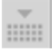

Figura 4. Inserción de la llave inteligente
7.4.3.10 Inserte la llave de lectura en el puerto de llaves. Esta llave puede ser insertada en cualquier dirección (ver figura 4)